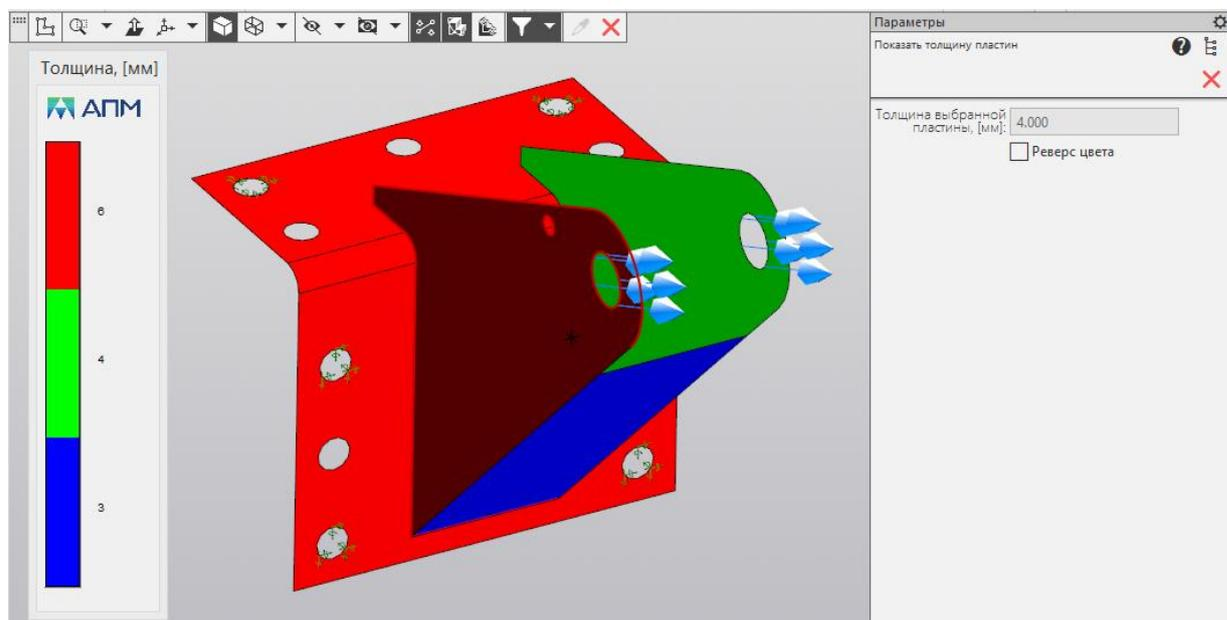

Рис. 3.37. Вид модели после вызова команды
**Показать толщину пластин** – команда предназначена для визуального просмотра заданной поверхностям толщины. Команда доступна только для поверхностной модели. После вызова команды модель будет перекрашена в цвета, соответствующие заданным толщинам пластин (Рис. 3.37). По цветовой шкале можно определить конкретное значение толщины.